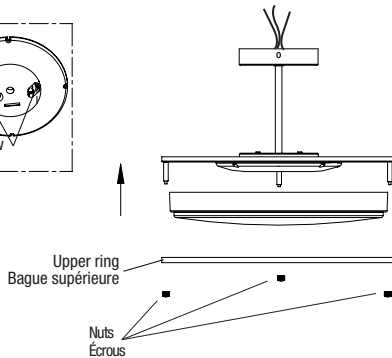

Fig. 6b
6. Assemble the luminaire diffuser and upper ring together, use the three nuts to fix them (Fig. 6b).
6. Assembler le diffuseur et l'anneau supérieur du luminaire en utilisant les trois écrous pour les fixer (Fig. 6b).